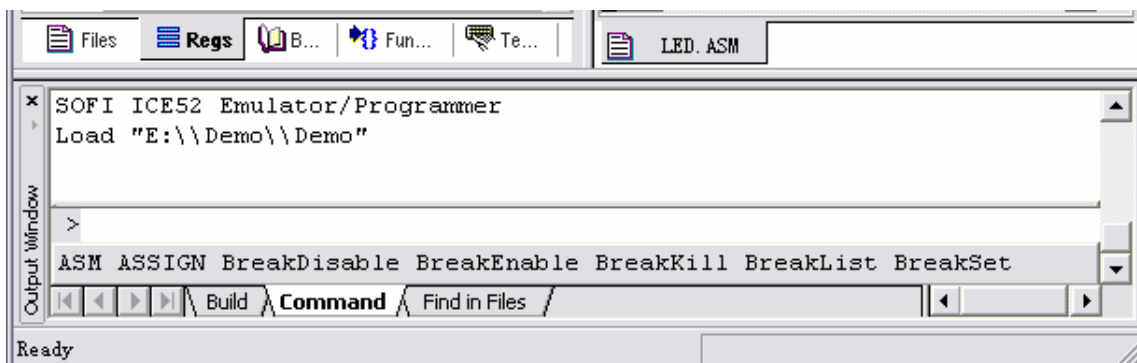

图 4.17 仿真界面
4) 进行完以上设置后, 编译该项目, 检测编译结果。编译无误后, 便可进行仿真功能操作。点击工具栏按钮  启动调试模式, 代码便开始下载到仿真头中, 下载完成后, Keil 的信息输出窗口显示如图 4.17 所示。